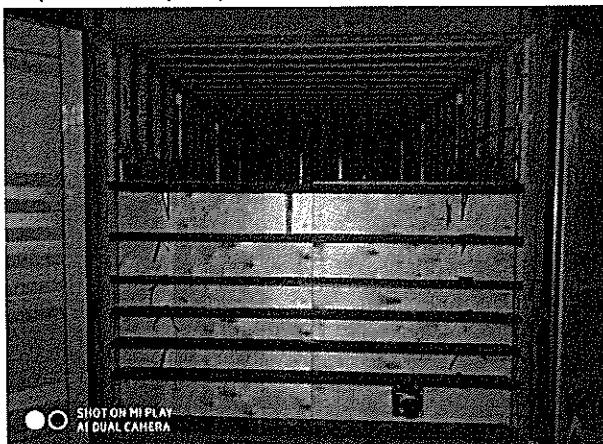

Рисунок 4 - Установка торцевого щита и металлических балок
1. Со стороны дверей контейнера устанавливают щит, состоящий из листа фанеры 2350x1900x10 мм и семи металлических балок сечением не менее 100x50x4 мм. Металлические балки устанавливают в пазы угловых стоек дверного проема. Первую металлическую балку размещают непосредственно на пол контейнера. На балку в пазы угловых стоек дверного проема устанавливают две (по одной в каждый паз) картонные втулки Ø50 мм. На картонные втулки в пазы устанавливают вторую металлическую балку. Последующие металлические балки и втулки устанавливают аналогично. Балки распределяются на всю высоту щита. Щит из фанеры закрепляют к металлическим балкам пластиковыми хомутами (рис. 4). После закрепления фанеры к металлическим балкам картонные втулки удаляются.